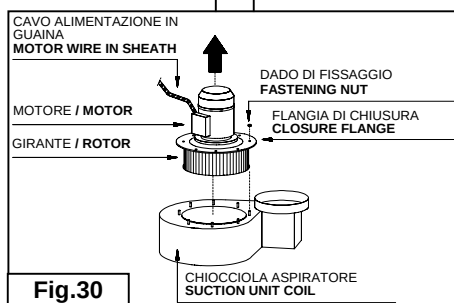

Fig.30
-Togliere le viti di fissaggio (**Fig.30**) e senza staccare la guaina contenente il cavo di alimentazione del motore, agire nel senso indicato dalla freccia.
- Remove the fastening screws (**Fig. 30**) and without detaching the sheath containing the electrical wire to the motor, operate in the direction indicated by the arrow.